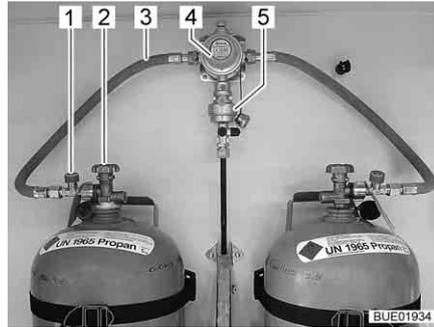
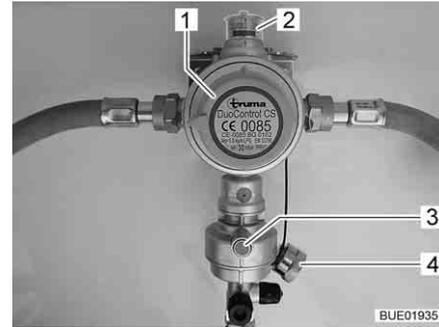

Bild 35 Gasflaschen mit DuoControl
Bild 36 DuoControl-Regelanlage
Die DuoControl-Regelanlage besteht aus einem Umschaltventil (Bild 35,4) und dem Crashsensor (Bild 35,5). Die DuoControl-Regelanlage ist zwischen den Gasschläuchen (Bild 35,3) mit Schlauchbruchsicherung (Bild 35,1) montiert. Mit dem Drehknopf (Bild 36,1) am Umschaltventil kann bestimmt werden, welche der Gasflaschen als Betriebsflasche und welche als Reserveflasche verwendet wird.
Am Sichtfenster (Bild 36,2) wird der Status der Gasversorgung angezeigt:
Der Betrieb mit nur einer Gasflasche ist zulässig, allerdings muss der offene Anschluss in diesem Fall mit dem Blinddeckel (Bild 36,4) verschlossen werden.
Der Crashsensor sperrt die Gaszufuhr bei erheblicher Erschütterung (z. B. Unfall) ab. Der Crashsensor wird durch Drücken des grünen Resetknopfs (Bild 36,3) in Betrieb genommen.
Die Schlauchbruchsicherung (Bild 35,1) sperrt den Gasfluss, wenn der angeschlossene Schlauch bricht. Die Schlauchbruchsicherung muss durch Drücken der grünen Taste aktiviert werden.
An der Bedieneinheit (Bild 37) wird die Gaszufuhr über die DuoControl-Regelanlage ein- und ausgeschaltet. Die Haupt-Absperrventile (Bild 35,2) der Gasflaschen und die Gasabsperrentile der Geräte müssen von Hand geöffnet werden.
- Mit dem Drehknopf (Bild 36,1) am Umschaltventil die Gasflasche wählen, der vorrangig das Gas entnommen werden soll (Betriebsflasche). Den Drehknopf immer bis zum Anschlag drehen.
- Haupt-Absperrventile (Bild 35,2) an den Gasflaschen öffnen.
- Grüne Taste der Schlauchbruchsicherung (Bild 35,1) drücken. Am Sichtfenster (Bild 36,2) wird die grüne Markierung angezeigt.
- Haupt-Absperrventile (Bild 35,2) an den Gasflaschen schließen.
Wenn die grüne Kontroll-Leuchte (Bild 37,6) während des Betriebs erlischt und die rote Kontroll-Leuchte (Bild 37,5) aufleuchtet, ist die Betriebsflasche leer und muss gewechselt werden. Am Sichtfenster (Bild 36,2) wird die rote Markierung angezeigt. Die Reserveflasche versorgt die Gasverbraucher weiterhin mit Gas.
- Drehknopf (Bild 36,1) eine halbe Drehung in Richtung der aktuell verwendeten Gasflasche drehen. Damit ist diese Gasflasche jetzt die Betriebsflasche, die leere Gasflasche wird zur Reserveflasche. Die Markierung im Sichtfenster (Bild 36,2) wechselt von rot auf grün.
- Haupt-Absperrventil (Bild 35,2) an der leeren Gasflasche schließen. Pfeilrichtung beachten.
- Grüne Taste der Schlauchbruchsicherung (Bild 35,1) drücken.